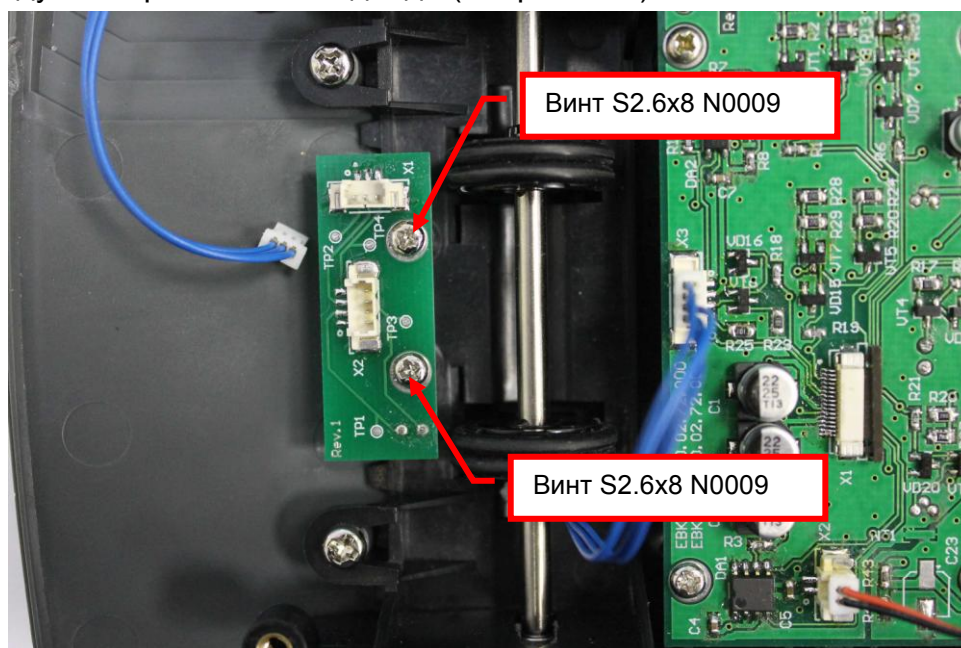

Рис. 8.24
8.10.3 Вывинтите, с помощью отвертки Ph1, винты S2.6x8 N0009 (2 шт.). Снимите модуль стартового светодиода (см. рис.8.24).